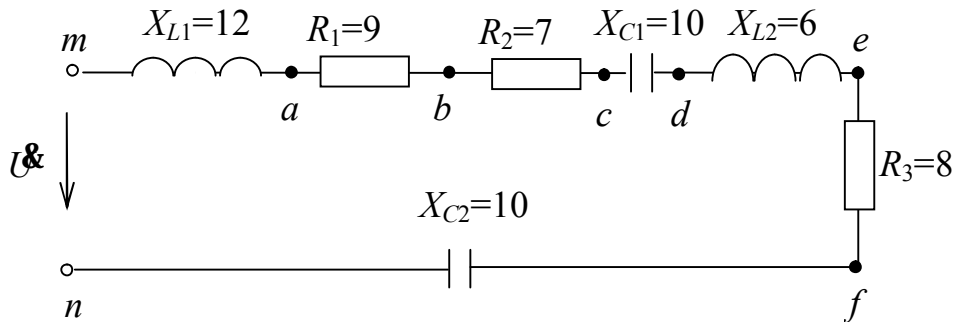

Рис.4.6
**Задача 4.3.** В цепи с параметрами, заданными в Омах, протекает ток  $i = 1\sqrt{2} \sin(\omega t + 20^\circ)$  (рис. 4.6). Определить, используя данные таблицы 4.3, между какими точками в этой цепи будет наблюдаться наибольшее напряжение. Задачу рекомендуется решать с помощью векторной диаграммы.